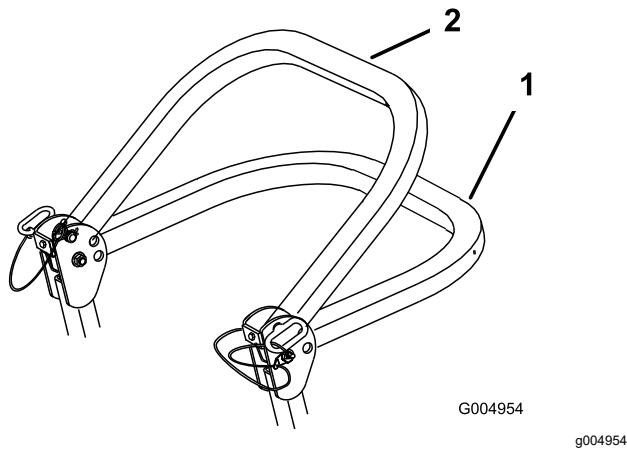

Figura 8
2. Faites pivoter l'arceau de sécurité à la position abaissée (Figura 8).
Nota: Il y a 2 positions abaissées; voir Figura 8.